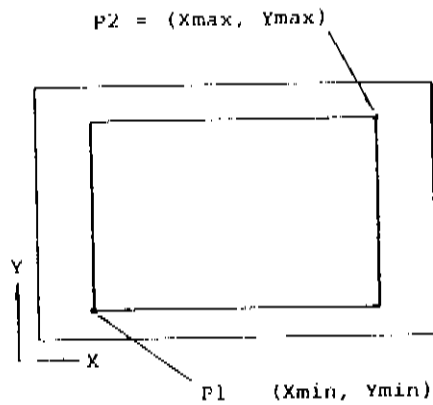

Bild 6-1 Referenzpunkte P1 und P2
- P1 und P2 hängen mit dem SC-Befehl zusammen. Dieser Befehl definiert für die beiden Punkte Koordinaten in Benutzer-Einheiten (Xmin, Ymin für P1 und Xmax, Ymax für P2 siehe Bild 6-1). Danach werden alle Koordinateneingaben als Benutzer-Koordinaten interpretiert.